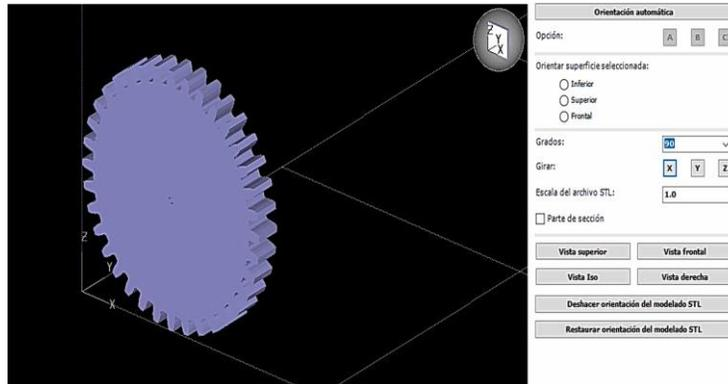
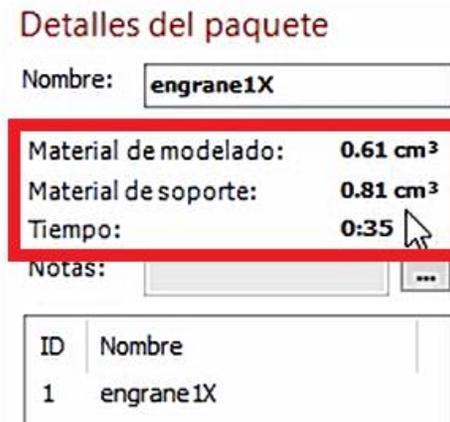

Figura 2.19 Pieza en nueva orientación.
Figura 2.20 Detalles a analizar del nuevo paquete.
- Repetir el procedimiento anterior, modificando la **Orientación** de la pieza (Figura 2.19). Cambiar el nombre a **engrane1X.cmb.gz** y analizar la diferencia entre los detalles de tiempo y material de manufactura (Figura 2.20).